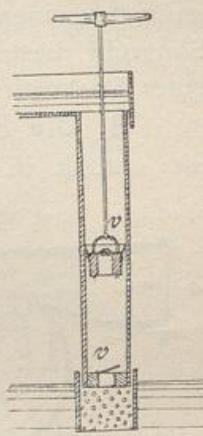

Abb. 173.
**1. Die einfache Baupumpe** (Abb. 173) ist meistens von Holz. Sie ist eine Saugpumpe, d. h. sie hat ein Saug-, aber kein Druckrohr.